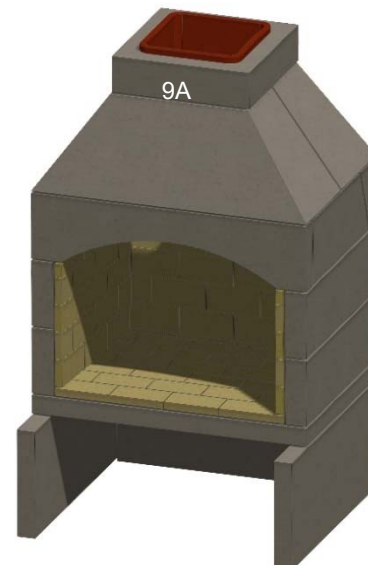

Figura 22. Conducto de la chimenea
N. Instale la primera sección de la chimenea de mampostería de la Edad de Piedra (9A), con la teja que se extiende hacia arriba. Rellene el vacío de la parte inferior con mortero para crear una transición suave. Véase la figura 22.